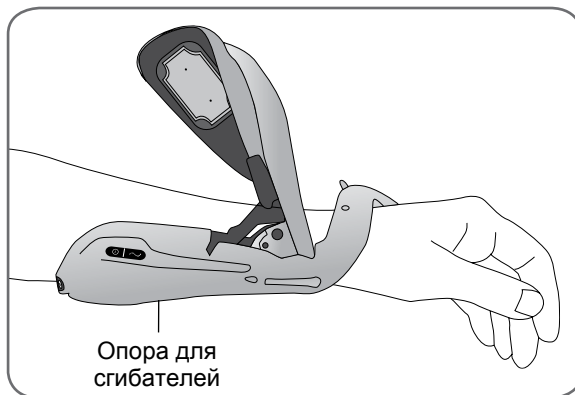

Рисунок 8-9. Расположение опоры для сгибателей
3. Поместите предплечье внутрь опоры для сгибателей. См. рисунок 8-9.